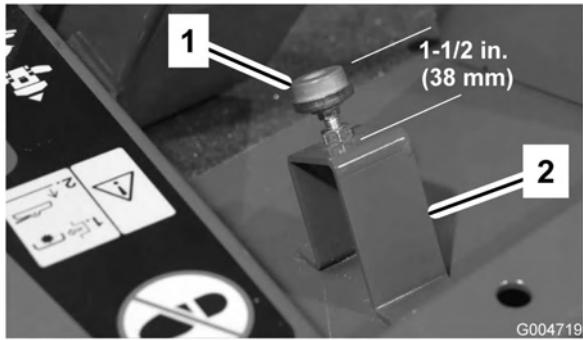

Figura 67
- Verifique o ajuste do batente do pedal de tracção. A distância entre a posição de repouso e o topo do batente tem de ser de 38 mm (Figura 67). Desaperte as porcas e efectue os ajustes necessários.